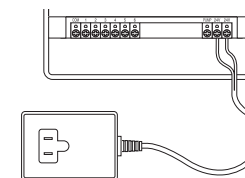

Ilustración 21: Conexión de transformador
- Conecte el transformador [Vea la ilustración 21].